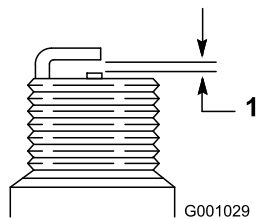

Figure 48
- Régalez l'écartement des électrodes de la nouvelle bougie à 0,76 mm (0,030 po) (Figure 48).